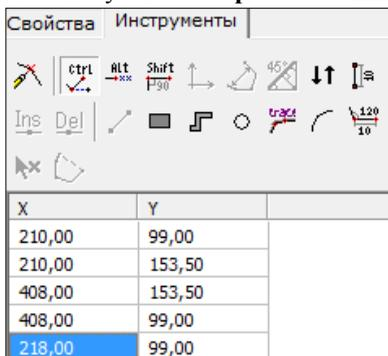
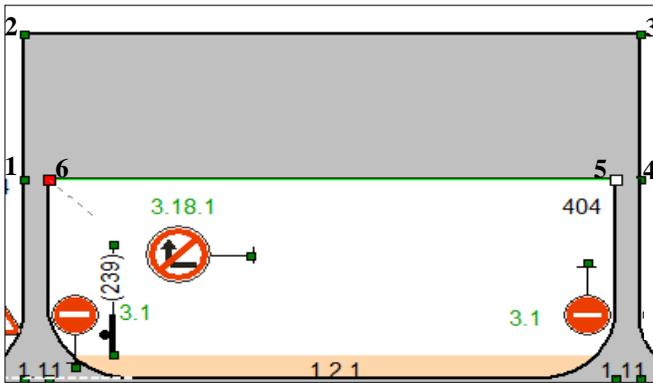

Рис. 11
Рис. 12
- Если нужно, координаты точек можно уточнить в окне инструментов, введя их с клавиатуры (рис. 11).
- Затем укажите произвольно точки по вершинам остальных углов стоянки (рис. 12) и уточните их координаты в окне инструментов (рис. 11).
- В окне **Инструменты** нажмите кнопки **Режим притяжки** . Захватите точки 1-4 (рис. 12) и нажмите правую клавишу мыши. Затем захватите точки 5, 6 (рис. 12), нажмите правую